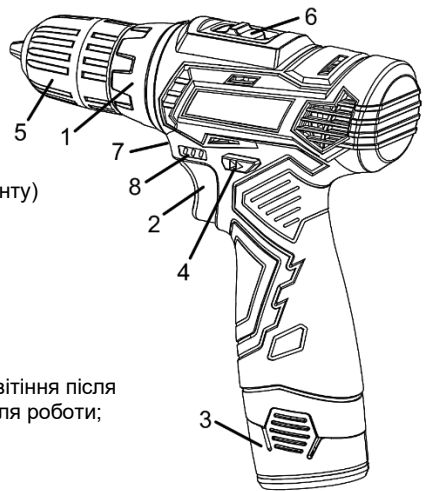
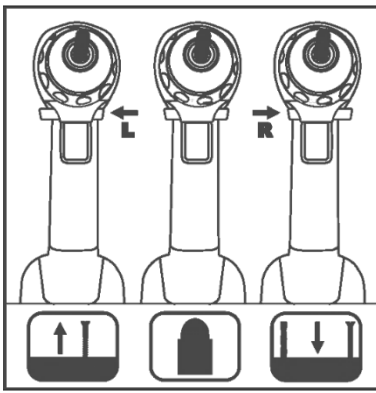
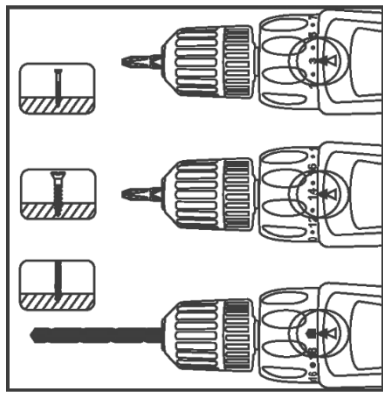

Рисунок 1
Рисунок 2
Рисунок 3
- щоб увімкнути виріб, натисніть на пускову клавішу (2, рисунок 1) з необхідним зусиллям;
- для вибору необхідного напрямку обертання патрона залежно від характеру виконуваної операції перемістіть перемикач реверсу (4, рисунок 1) в потрібне положення, натиснувши до упору кнопку з відповідним символом (дивіться рисунок 2);
- блокування пускової клавіші (2, рисунок 1) для запобігання випадковому увімкненню електродвигуна виробу, здійснюється переміщенням перемикача реверсу (4, рисунок 1) в середнє (проміжне) положення (дивіться рисунок 2). Блокування необхідно застосовувати при зміні робочого інструмента та під час транспортування (зберігання) виробу.
- перемістіть повзунок механічного перемикача (6, рисунок 1) до упору в положення «1» для вибору швидкісного діапазону 0-400 об/хв або до упору в положення «2» для діапазону 0-1400 об/хв;
4.6.1 Для виконання операцій загвинчування/відгвинчування встановіть необхідний крутний момент, сумістивши вибране значення на кільці регулятора крутного моменту (1, рисунок 1) зі стрілкою на верхній частині корпусу виробу (дивіться рисунок 3).
4.6.2 При виконанні технологічної операції «свердління» встановіть максимальний крутний момент без прослизання торсійної муфти (без спрацьовування «тріскачки»), сумістивши значок «свердло» на кільці регулятора крутного моменту (1, рисунок 1) зі стрілкою на верхній частині корпусу шурупверта (дивіться рисунок 3).